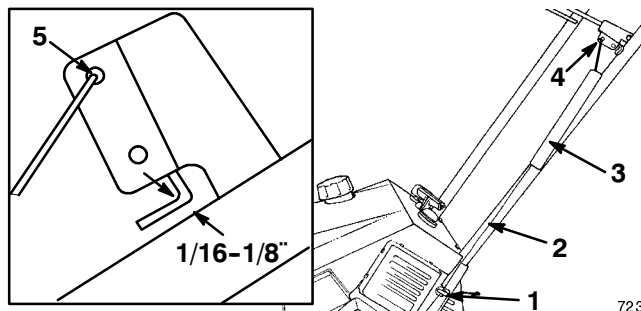

Figure 5
1. Faites passer le câble dans le boulon à œil situé du côté gauche de la machine (Fig. 5).
5. Otez la protection du ressort et du dispositif de réglage du câble (Fig. 5).
7. Accrochez l'extrémité du ressort dans le trou supérieur du support de la barre de commande (Fig. 5).
8. Rapprochez la barre de commande du mancheron pour tendre le câble. L'espace entre le support de la barre de commande et le mancheron doit être compris entre 1/16 et 1/8 pouce (voir Fig. 5). Pour régler la barre de commande, reportez-vous à la section *Réglage du câble de commande*, page 12.